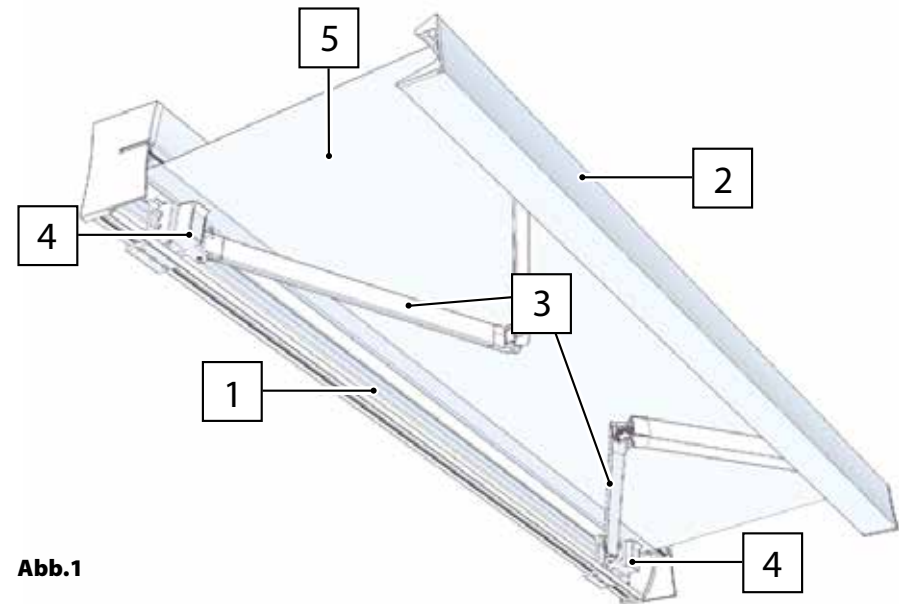

Abb.1
- Die Metallstruktur hat die Funktion eines Stützrahmens. In ihrem Inneren befinden sich die verschiedenen Getriebe zum Ein- und Ausfahren der Markise. Sie besteht aus einer Kassette (Bez. 1 Abb. 1), einem Endprofil (Bez. 2 Abb. 1), einem Paar ausfahrbarer Arme (Bez. 3 Abb. 1), und einem Paar seitlichen Halterungen (Bez. 4 Abb. 1).
- Das Tuch (Bez. 5 Abb. 1) dient als Abdeckung und Schutz.